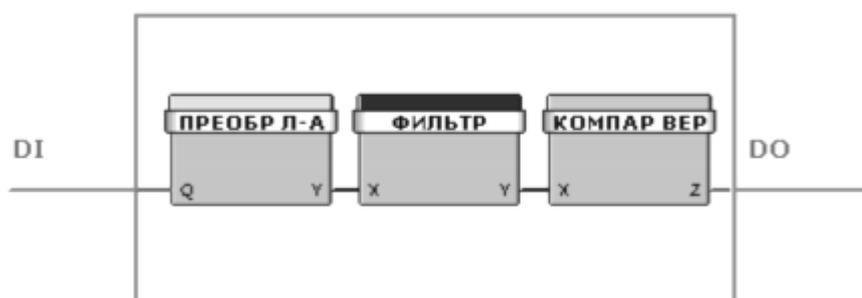

Рисунок 1 – Защита от дребезга контакта
1) защита от дребезга контакта (способ 1) (рисунок 1) – это пример комплексного алгоритмического блока, реализующего защиту от дребезга контакта. Сигнал с контакта подается на преобразователь типов: булева переменная в аналоговую. Полученная аналоговая величина фильтруется и подаётся на компаратор верхнего уровня, на выходе которого формируется логический сигнал единицы в том случае, если выходной сигнал фильтра превысил пороговое значение, являющееся параметром компаратора верхнего уровня.